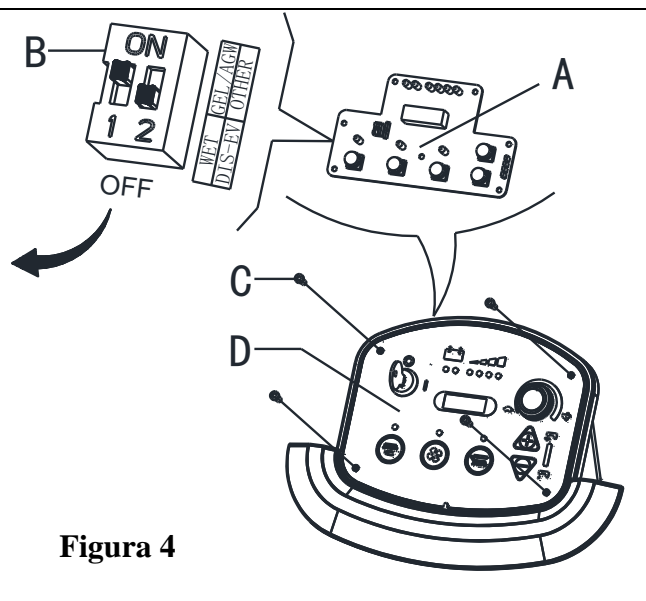

Figura 4
La instalarea noilor baterii, vă rugăm vedeți figura 4 pentru ajustarea comutatoarelor DIP. În caz contrar e posibilă deteriorarea bateriilor.
- Rotiți cheia de contact (35) pe poziția "I" și în primele secunde de funcționare a mașinii fiți atenți la următoarele:
- Dacă primul led de avertizare verde (38) licărește, mașina este setată pe GEL / AGM.
- Dacă ledul de avertizare galben (37) licărește, mașina este setată pe "Descoperă EV AGM".
- Dacă ledul de avertizare roșu (36) licărește, mașina este setată pe umed WET.
- Scoateți șuruburile de pe panoul de comandă (C, Figura 4), apoi deschideți placa de circuite imprimite (A, Figura 4) ca să găsiți comutatorul DIP (B, Figura 4) pentru a seta tipul bateriei (umed WET sau Descoperă EV AGM sau GEL / AGM), (Vedeți 1 sau 2 sau 3).
- Apăsați ambele butoane (A, Figura 4) și (B) în același timp, Introduceți cheia de contact (D) și porniți alimentarea, după 0,5 secunde, introduceți modul de setare a bateriei. Afișajul LED în timpul setării (C), Eliberați butoanele.
- Modul poate fi schimbat de la 0 la 5 prin apăsarea butonului (B) sau trecerea de la 5 la 0 prin apăsarea butonului (A). După terminarea setării pentru modul de baterie, opriți alimentarea (D) și noua setare a modului bateriei poate fi salvată automat.